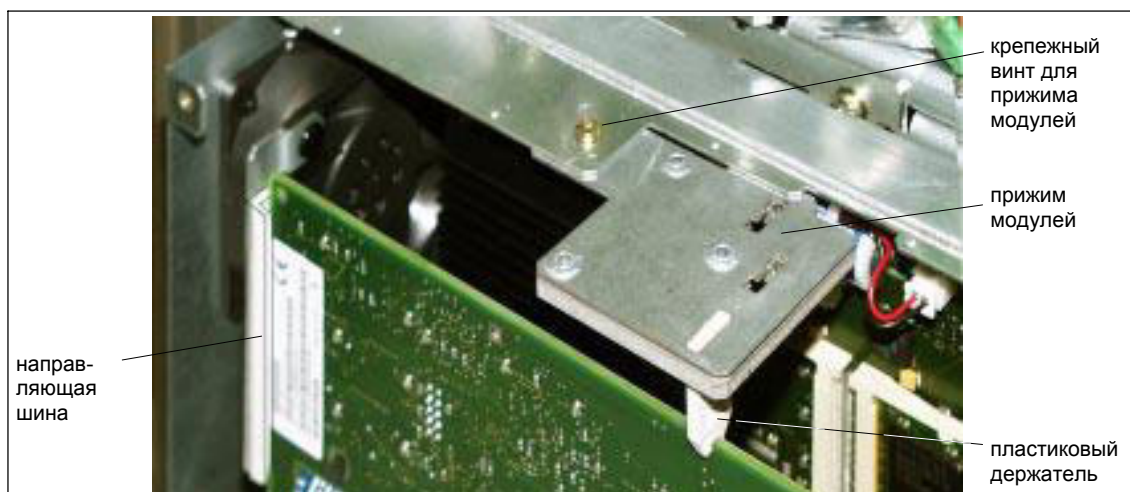

Рис. 2-3 Крепеж модуля
6. Открутить крепежные винты прижима модулей (рис. 2-3) и удалить прижим модулей.